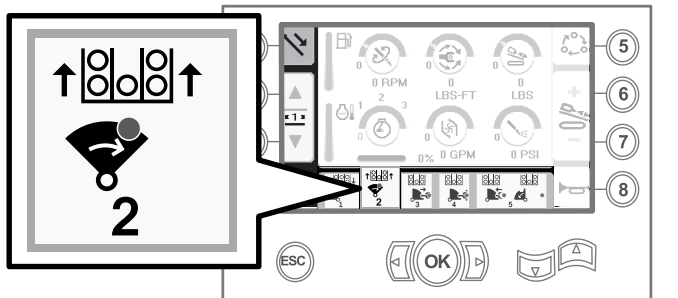

Рисунок 28
4. Отпустите перекидной переключатель, чтобы перейти к следующему этапу в последовательности действий (Рисунок 28).